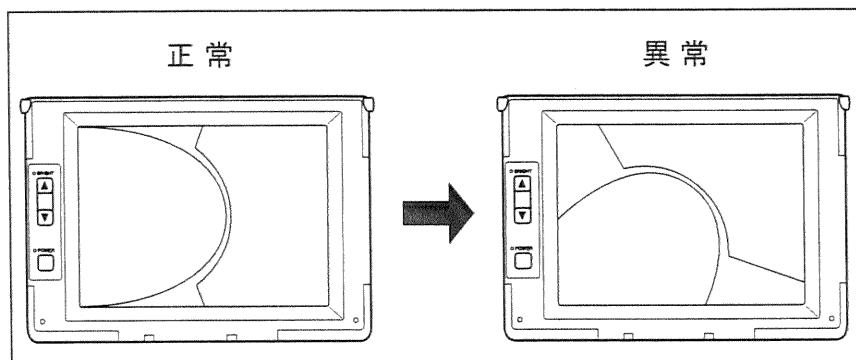

図 4.2
- 側視ミラーアダプターを使用している場合で、検査対象物への挿入中、図 4.2 のように観察画像の全体が左右方向を向いていたり、回転したり、挿入部を動かすとぐらぐらしたりしているときは、側視ミラーアダプターがスコープ先端からはずれかかっています。そのまま使用すると側視ミラーアダプターがスコープから脱落するおそれがあります。このような場合は、直ちに使用を中止しスコープを静かに引き出し、手順に従い、もう一度確実に側視ミラーアダプターを取り付けてください。（図 4.2 参照）